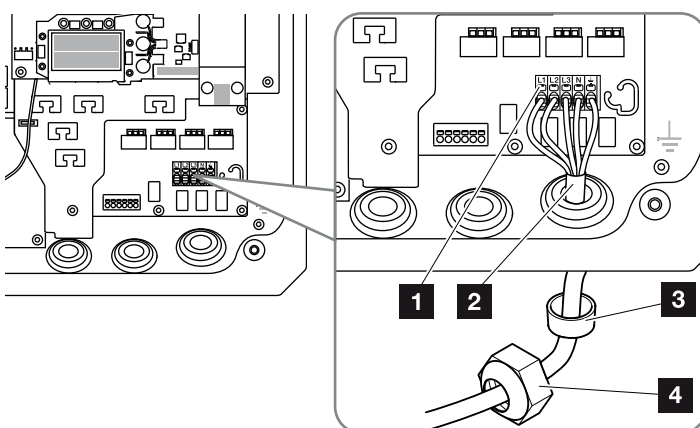

Abb. 31: Netzzuleitung am Wechselrichter anschließen
7. Die Adern der Netzzuleitung entsprechend der Beschriftung an der AC-Anschlussklemme anschließen.   **Abb. 31, Pos. 1**